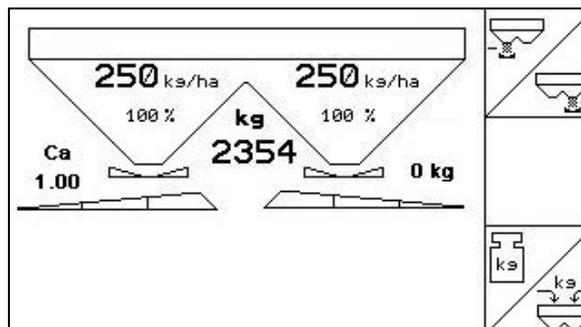

Fig. 25
- Lancez l'étalonnage en ligne au début de l'épandage en le sélectionnant dans le menu de travail (Fig. 25).**